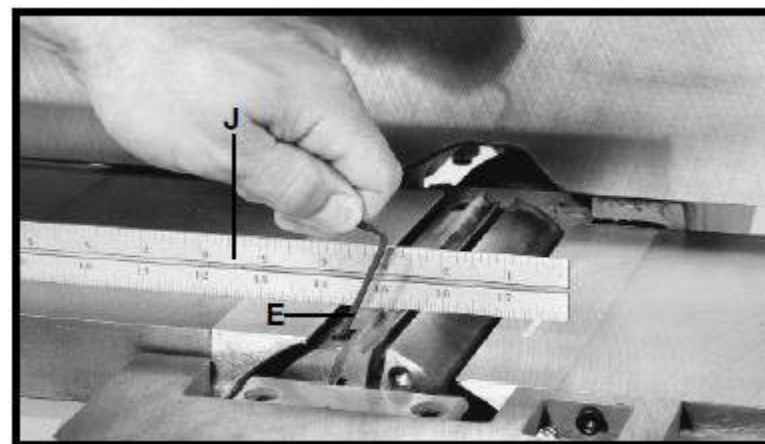

Рис. 50
12. Опустить подводной стол и поставить поверочную линейку (J), рис. 50, на выводной стол и перекрыть режущий вал, как показано на рисунке.